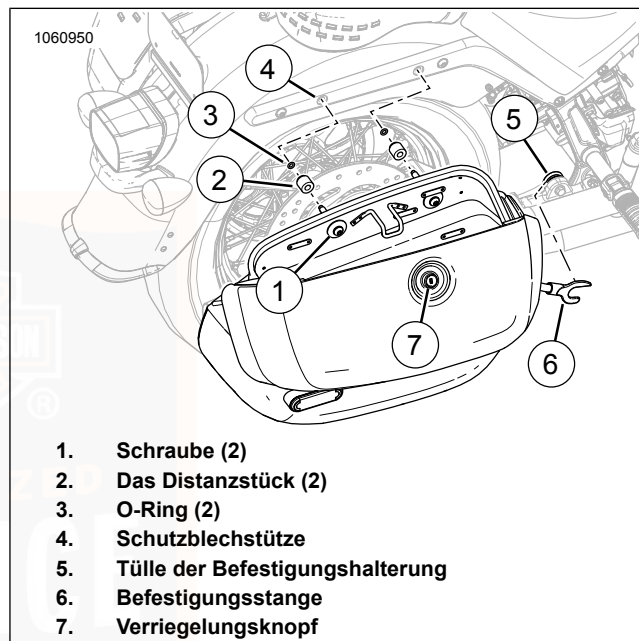

Abbildung 47. Satteltaschen-Baugruppe
1. Siehe Abbildung 47. Satteltasche entriegeln.
- a. Den Schlüssel in die Verriegelungstaste (7) stecken und um eine halbe Umdrehung gegen den Uhrzeigersinn drehen.
3. Siehe Abbildung 47. Die Satteltasche verriegeln.
- a. Den Schlüssel in die Verriegelungstaste (7) stecken und um eine halbe Umdrehung im Uhrzeigersinn drehen.
1. Siehe Abbildung 47. Satteltaschen öffnen.
2. Mit einer Hand die Satteltasche halten und mit der anderen Hand die Befestigungsschrauben (1) der Satteltasche entfernen.
1. Siehe Abbildung 47. Prüfen, ob sich die Distanzstücke (2), O-Ringe (3), und Tüllen (5) in Position und in gutem Zustand befinden.